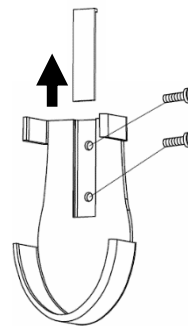

Fig. 13a
2. Enlevez le cache des vis, installez le support à l'aide des 2 vis puis remettez le cache en place. (Fig.13a).